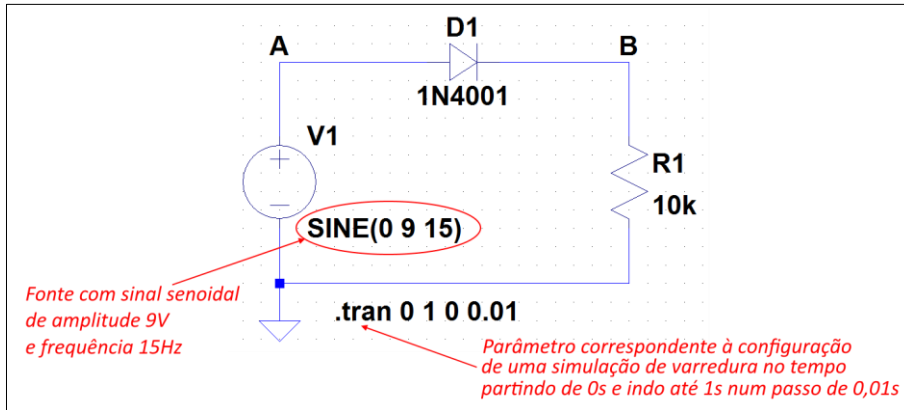

Figura 53 - Circuito retificador de meia onda tomado como exemplo para simulações
Também é possível fazermos uma análise de um circuito eletrônico em função do tempo. Como exemplo utilizaremos o circuito da figura 53. Este trata-se de um retificador de meia onda em que é aplicada uma tensão de amplitude 9V e frequência de 15Hz. (*obs: a configuração de uma fonte para diferentes tipos de sinais já foi abordada no item 2.6.1.1 deste manual*).